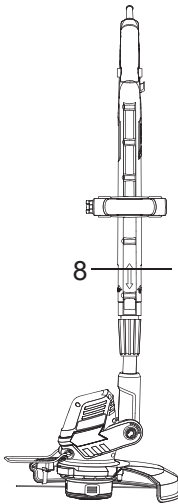

Fig.23
- > Para recortar los bordes, tire el botón de bloqueo (8) y gire el mango. El mango girará a 90°, 180° mientras el botón está presionado (Fig.23,24). Cuando el mango esté en posición, el botón encajará en su sitio. El mango sólo gira en una dirección.